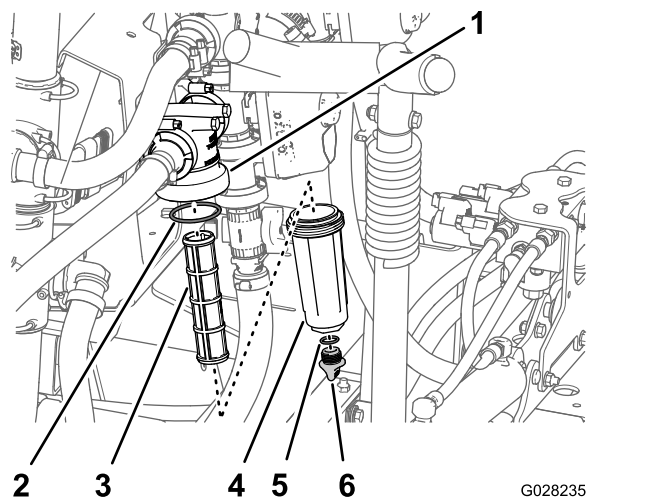

Bild 111
3. Drehen Sie die Ablassschraube nach links und nehmen sie von der Glocke des Druckfilters ab (Bild 111).
4. Drehen Sie die Glocke nach links und nehmen sie vom Filterkopf ab (Bild 111).
5. Entfernen Sie den alten Druckfiltereinsatz (Bild 111).
6. Überprüfen Sie den O-Ring für die Ablassschraube (in der Glocke) und den O-Ring für die Glocke (im Filterkopf) auf Beschädigungen und Abnutzung (Bild 111).
7. Setzen Sie den neuen Druckfiltereinsatz in den Filterkopf ein (Bild 111).
8. Befestigen Sie die Glocke am Filterkopf und ziehen sie mit der Hand an (Bild 111).
9. Setzen Sie die Schraube in die Schale ein und ziehen Sie sie mit der Hand fest (Bild 111).
2. Stellen Sie eine Auffangwanne unter den Druckfilter (Bild 111).